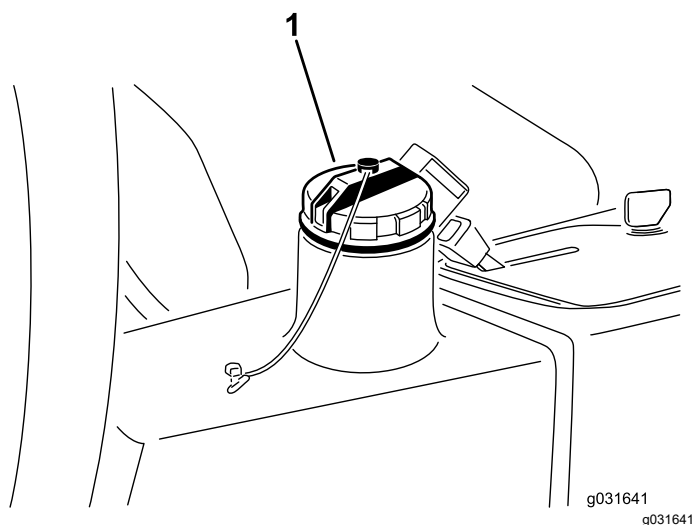

Figura 65
4. Llene el depósito (Figura 65) con aproximadamente 13,2 litros de fluido hidráulico; consulte Especificación del fluido hidráulico (página 59) y Comprobación del nivel de fluido hidráulico (página 60).